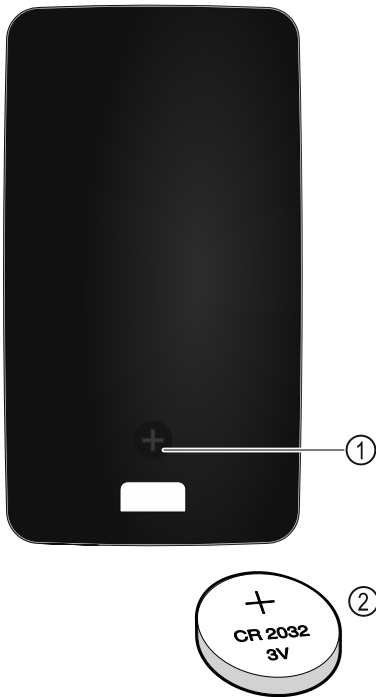

Fig. 230
Oddaljeni upravljalnik se napaja prek baterije tipa CR 2032 s 3 V Fig. 230 (2). Takšen tip baterije je na voljo v specializirani trgovini.
- ▶ Odvijte vijak Fig. 230 (1) na zadnji strani oddaljenega upravljalnika.